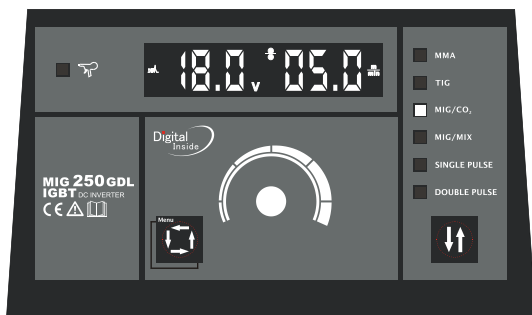

Рисунок 4: Постоянное напряжение в режиме MIG
a) Когда сварка остановится, нажмите **【Welding mode switch key】**, индикатор MIG загорится и включится режим MIG.(Рис. 4)